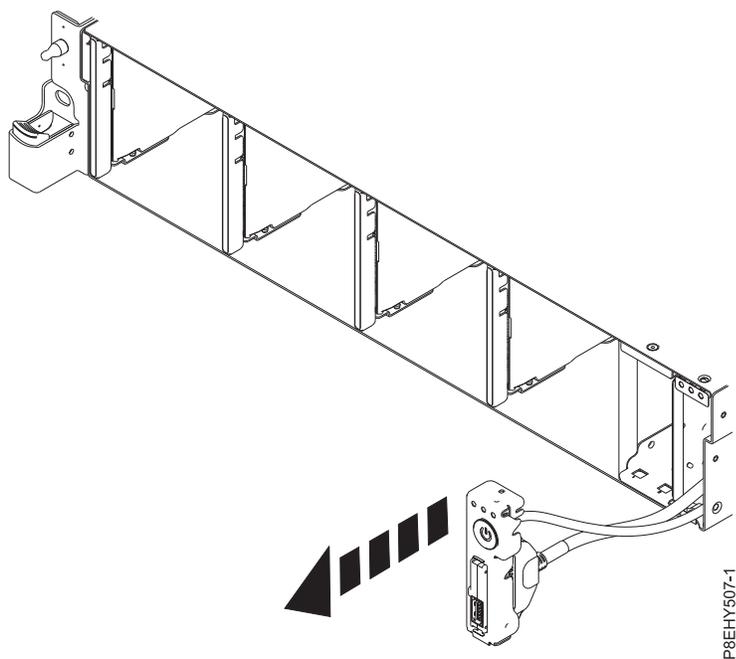

Figura 59. Cómo tirar del interruptor de alimentación del sistema
9. Tire del interruptor de alimentación del sistema Consulte la Figura 59.